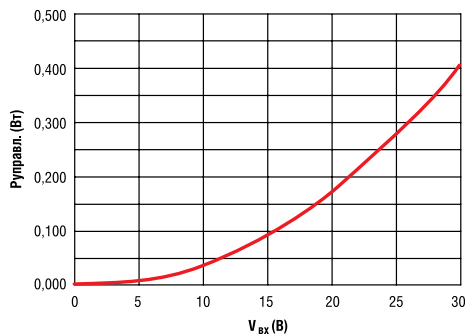

Рис. 4. Зависимость мощности потребления NUD4001 от напряжения питания при отсутствии нагрузки
7. Расчет мощности управления  $P_{\text{управл.}}$ , потребляемой самой микросхемой при отсутствии нагрузки. Этот параметр определяется с помощью графика на рис. 4. Для напряжения питания 12 В собственная мощность потребления составляет 0,055 Вт.